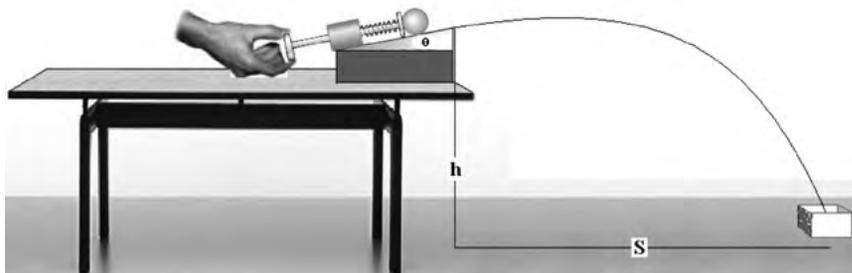

Figura 14.1
2. Resuelva el siguiente problema: Dos niños juegan a encajar un balín dentro de una caja que se encuentra a $S = 2 \text{ m}$ de una pistola, como se muestra en la figura 14.1. Si la masa del balín es de 100 g y este cae justo dentro de la caja cuando el resorte de la pistola se comprime 8 cm, encontrar la constante elástica del resorte (k) que permite esto.